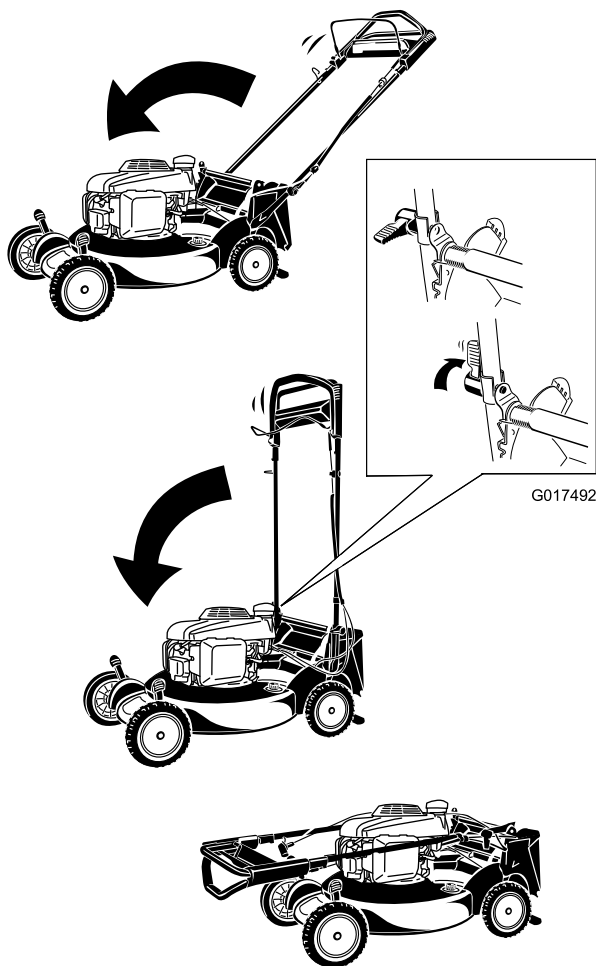

Figura 41
1. Doble el manillar hacia adelante (Figura 41).